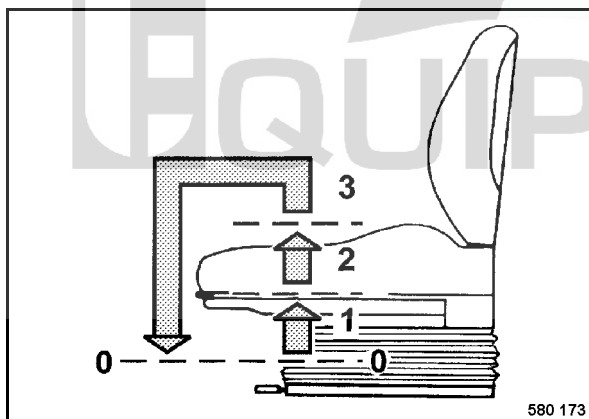

fig. 58
- Soulever le siège (fig. 58) pour régler la hauteur et le laisser encraner dans la position désirée.